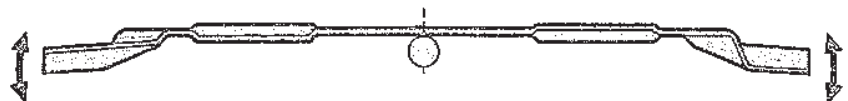

Figure 5-8: Lame placée sur un pivot pour vérifier son équilibre.
4. Pour vérifier l'équilibre de la lame, placez-la sur un support arrondi tel qu'un stylo ou un crayon sous le trou central. Maintenez la lame parallèle au sol puis lâchez-la. Voir Figure 5-8. Si la lame n'est pas équilibrée, le côté le plus lourd penche vers le bas.